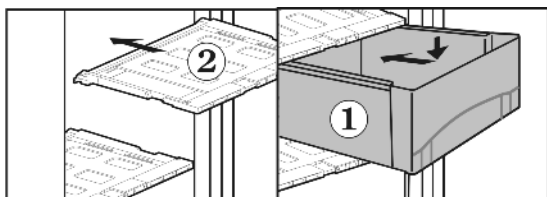

Fig. 6
- ▶ Установите крышки выдвижного ящика Fig. 6 (2): поперечные ребра крышки выдвижного ящика вставьте снизу в задние направляющие, защелкните спереди фиксатор в направляющей.
- ▶ Выдвижные ящики Fig. 6 (1) установите на направляющие и вдвиньте полностью до ясно слышимого защелкивания.